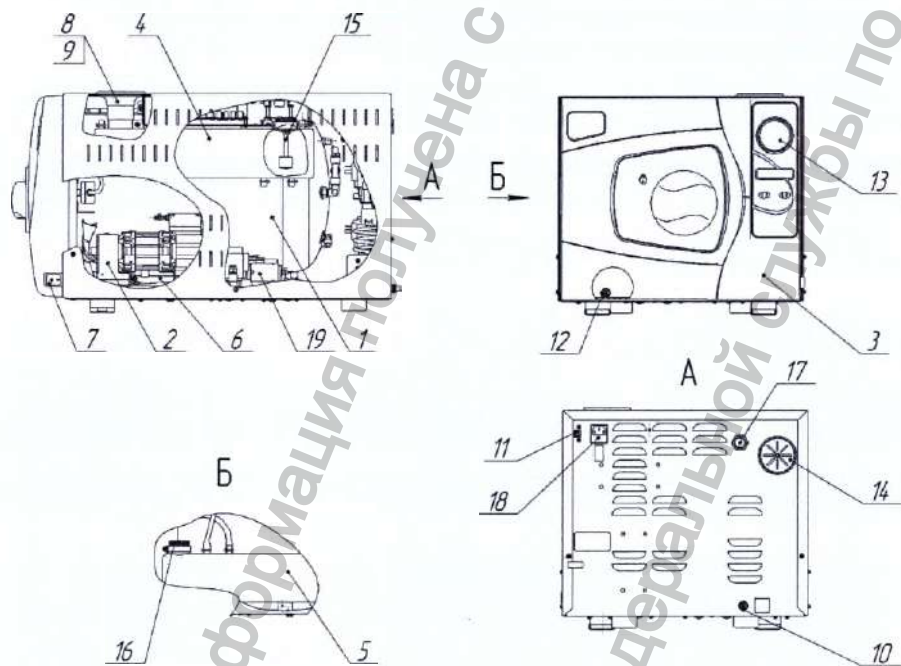
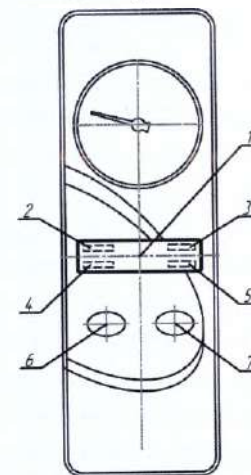

Рисунок 1 – Внешний вид стерилизатора парового ГКа-25-ПЗ в варианте исполнения КИУС.942711.004-05:
Рисунок 3 - Панель управления:
1.5.1 Основными сборочными единицами стерилизатора являются (см. рисунок 1): стерилизационная камера 1, парогенератор 6, вакуумный насос 2, блок управления 3, бачок для воды 4, бачок конденсатный 5.
1.5.2 Стерилизационная камера имеет цилиндрическую форму и выполнена из нержавеющей стали (см. рисунок 1). На верхней крышке корпуса стерилизатора расположено отверстие для заливки дистиллированной воды в бачок для воды (горловина), которое закрывается пробкой и отверстие для проверки работы предохранительного клапана, которое закрывается пластиной. На задней стенке корпуса стерилизатора расположен штуцер сливной для слива воды из бачка для воды. На передней стенке корпуса расположен сливной штуцер для слива воды из бачка конденсатного. Сливные штуцера должны находиться в положении «закрыто». При транспортировании, хранении и т.п. необходимо открыть сливные штуцера и слить воду из бачков.
Обозначение программы и количество проведенных циклов стерилизации отображается соответственно в левом и в правом углах верхней строки дисплея в тот момент, когда не запущен режим стерилизации (см. рисунок 3).
Мановакуумметр (см. рисунок 1) предназначен для визуального контроля давления в стерилизационной камере.
1.5.10 Фильтр бактериальной очистки (см. рисунок 1) предназначен для очистки атмосферного воздуха, поступающего в стерилизационную камеру на этапе выравнивания давления.
2.2.7 Подключить стерилизатор к сети. Перед подключением стерилизатора к питающей сети убедиться в том, что напряжение сети питания соответствует указанному в руководстве по эксплуатации, и розетка питания имеет заземляющий контакт. Включить сетевой выключатель (поз. 7 рисунок 1).
2.2.8 Открыть пробку (поз. 8 рисунок 1), залить воду вручную через горловину (поз. 9 рисунок 1) в бачок до окончания прерывистого звукового сигнала и (или) пропадания индикации отсутствия воды.
2.3.1 Включите сетевой выключатель (поз. 7 рисунок 1), при этом загорится подсветка дисплея и индицируется основное меню (см. рисунок 3).
При необходимости долейте воды в бачок для воды согласно 2.2.8. Стерилизатор готов к работе. Для запуска программы из основного меню (см. рисунок 3) нажмите кнопку ввода 7. При этом запускается последняя выбранная программа стерилизации (в данном случае – установленная заводом-изготовителем программа 1). При отработке программы на дисплее последовательно индицируются этапы программы стерилизации: "ПРОГРЕВ"; "ПРЕДВ. ВАКУУМИР."; "ПРОДУВКА"; "ВАКУУМИРОВАНИЕ"; "СТЕРИЛИЗАЦИЯ" либо "ВЫДЕРЖКА"; "ВЫПУСК ПАРА"; "СУШКА"; "ВЫРАВНИВАНИЕ"; "ЦИКЛ ЗАВЕРШЕН", а так же температура в стерилизационной камере в °С.